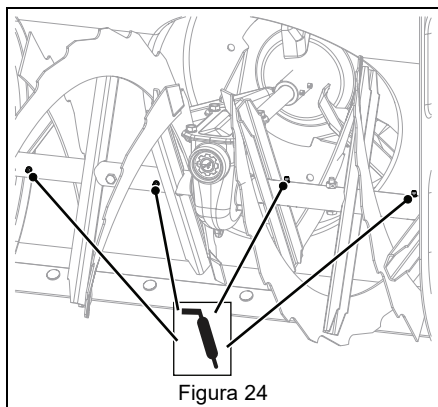

Figura 24
2. Applicare uno strato grasso in corrispondenza del nipplo ingrassatore. Vedere Figura 24.